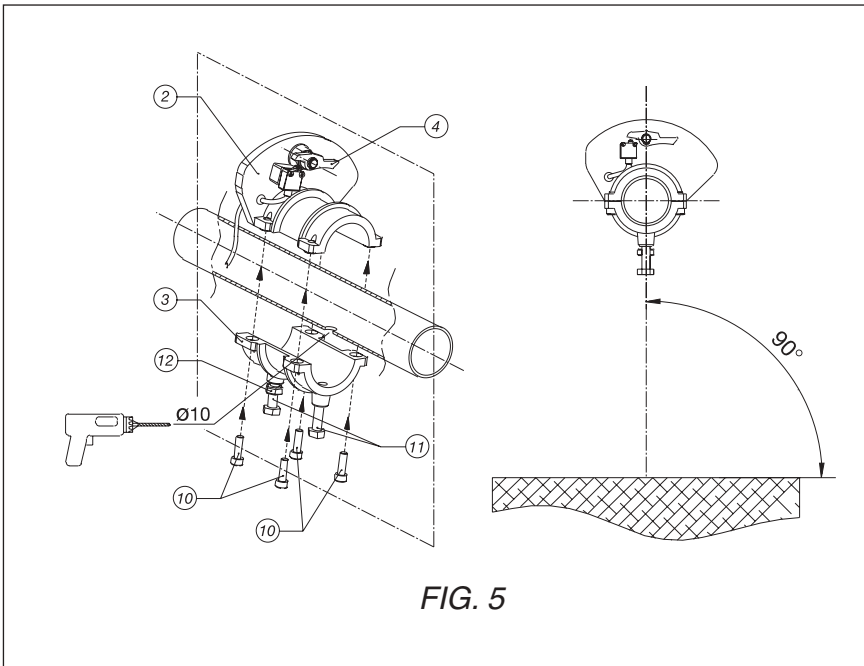

FIG. 5
I 5) Scegliere il punto sull'albero della serranda dove si desidera installare il Paracadute ed effettuare un foro $\varnothing 10$ mm in modo tale che nella successiva fase di montaggio del corpo centrale [corpo superiore (2) ed inferiore (3)] il perno del cicchetto d'aggancio (4) sia posizionato nel punto più alto e che il suo asse sia contenuto in un piano passante per l'asse dell'albero della serranda e perpendicolare al terreno (vedi fig. 5);
6) Accoppiare il corpo superiore (2) con quello inferiore (3) con le quattro viti a testa cilindrica M8 (10) tolte in precedenza;
7) Avvitare (con chiave da 17 mm) la vite a testa esagonale M10 (11) priva di controdado, e farlo penetrare all'interno dell'albero della serranda nel foro $\varnothing 10$ mm precedentemente eseguito;
GB 5) Fix position on roller shutter shaft where to install the safety brake and drill a $\varnothing 10$ mm hole in such a way that in the subsequent assembly step of the central body [upper body (2) and lower body (3)] the pawl pin (4) is in the highest position and that its axle is on a plane passing through the roller shutter shaft axle and perpendicular to the ground (see fig. 5);
$\text{\O} 10$ mm de façon que à la phase suivante de montage du corps central [corps supérieur (2) et inférieur (3)] le pivot de l'encliquetage (4) soit positionné le plus haut possible et que son axe soit contenu dans un plan passant par l'axe de l'arbre du rideau et perpendiculaire au sol (voir fig. 5);
- 6) Enclencher le corps supérieur (2) et le corps inférieur (3) avec les quatre vis à tête cylindrique M8 (10) enlevées précédemment;
- 7) Visser (avec clef de 17 mm) la vis à tête hexagonale M10 (11) sans contre-écrou, et l'introduire à l'intérieur de l'arbre du rideau dans le trou de $\text{\O} 10$ mm fait précédemment;
central [cuerpo superior (2) e inferior (3)] el perno del soporte de enganche (4) esté situado en el punto más alto y que su eje esté contenido en un plano que pasa por los ejes del árbol de los cierres metálicos y perpendicular al terreno (ver fig. 5);
- 6) Juntar el cuerpo superior (2) con aquel inferior (3) después de quitar los cuatro tornillos con cabeza a cilindro M8 (10);
- 7) Atornillar (con llave de 17 mm) el tornillo con cabeza hexagonal M10 (11) sin tuerca, y hacerlo penetrar hasta el interno del árbol de los cierres metálicos en el agujero de $\text{\O} 10$ mm anteriormente realizado;